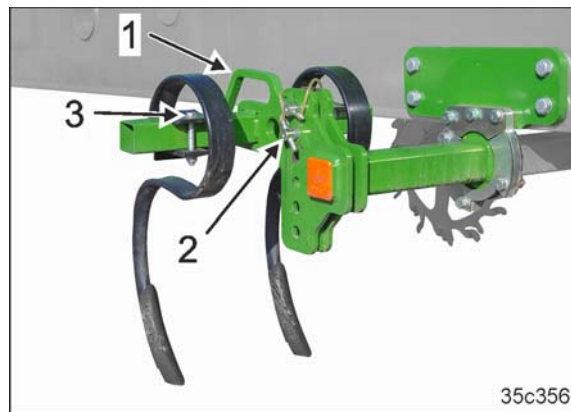

Fig. 202
1. Die Schraube (Fig. 202/3) nach der Einstellung des Spurlockerers anziehen und kontern.
1. Den Spurlockerer am Griff (Fig. 202/1) festhalten.
2. Die Bolzen (Fig. 202/2) entfernen.